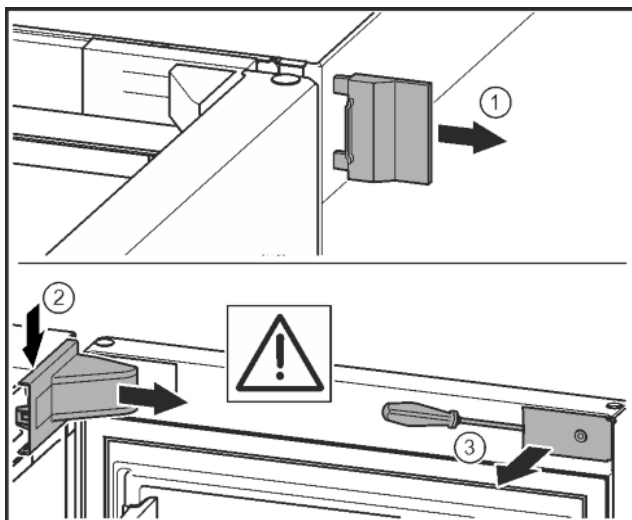

Fig. 10
- Sejměte vnější kryt. Fig. 10 (1)
- Odjistěte a uvolněte kryt stojanu ložiska. Sejměte kryt stojanu ložiska. Fig. 10 (2)
- Plochým šroubovákem odjistěte lištu a otočte ke straně. Fig. 10 (3)